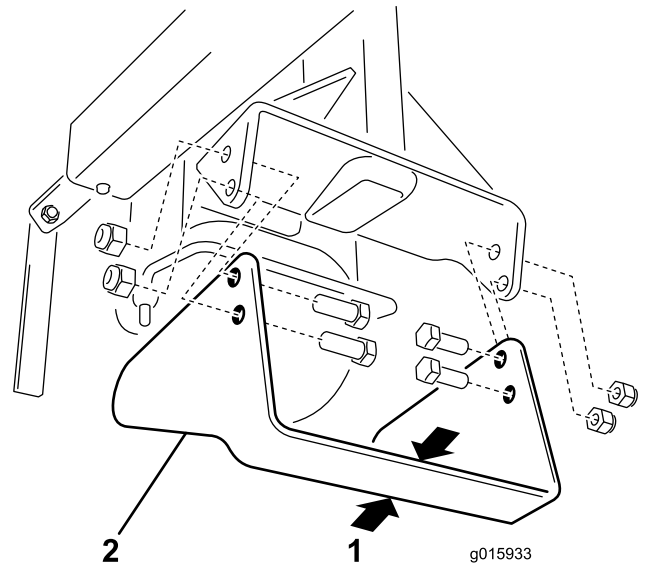

Figura 22
Controllate di frequente la lama del rifinitore di bordi e sostituitemela quando la sua larghezza si è ridotta a 32 mm (Figura 22).
3. Rimuovete le 4 viti e i 4 dadi che fissano la lama al braccio porta-lama (Figura 22).